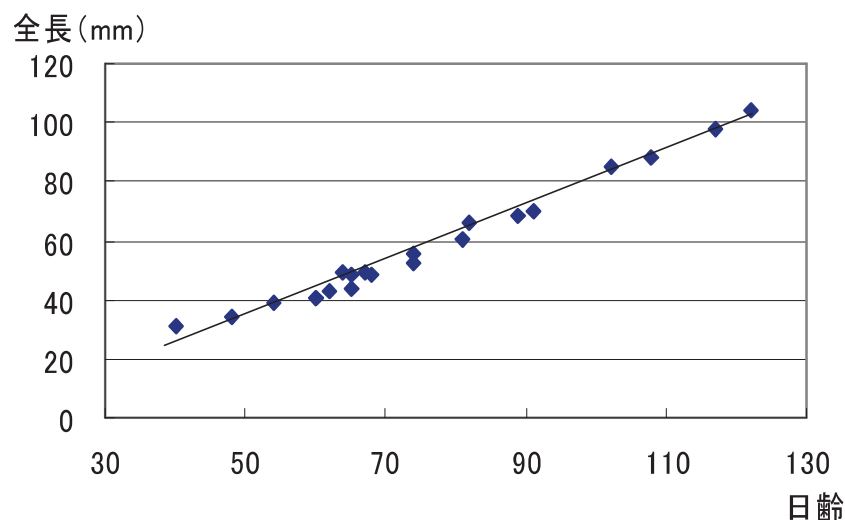

図2 クロソイの中間育成における成長
- ⑬ 自動給餌機のメリットは、摂餌が活発な日の出から無人で給餌できること、適当な間隔で給餌することにより、大型魚の飢餓やストレスを減らし共食いを減少させられること、人間の都合に関係なく決まった時間に給餌が出来ることなどです。
- ⑭ 配合飼料は給餌機に毎日セットし、数日分を入れておくことは避けて下さい。また、内部に強力乾燥剤など（配合飼料の袋の中に入っているものでも可）を貼り付けておくと餌の劣化が防げます。
- ⑮ 水温の急上昇、下降時などの環境変化によっても摂餌量が変化します。また、時化が起こりそうなときは給餌を控えて下さい。
- ⑯ 中間育成時のクロソイは1日に1mm程度、早ければ1週間で1cm程度成長します。成長に従って給餌量を変化させて下さい（図2参照）。